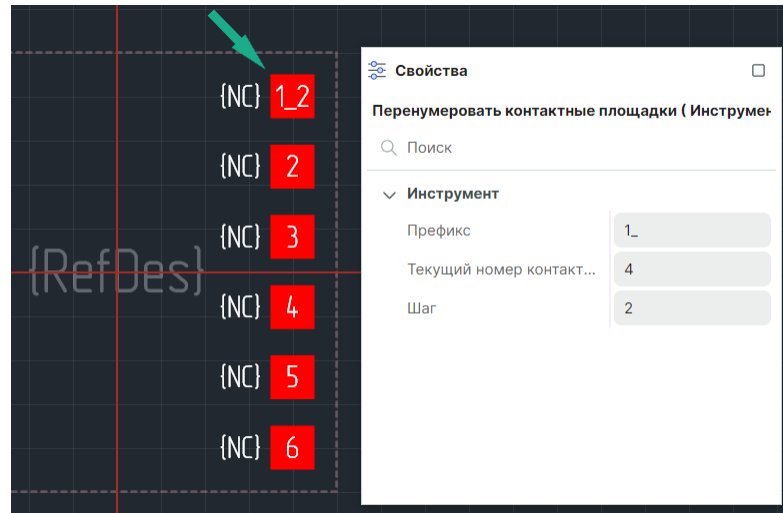

Рис. 130 Начало переименования контактных площадок
4. Указанной контактной площадке будет присвоен новый номер с учетом настроенных параметров, определенных на панели «Свойства», см. Рис. 130.
Пример! На Рис. 130 зеленые стрелки отображают очередность перемещения при переименовании контактных площадок.